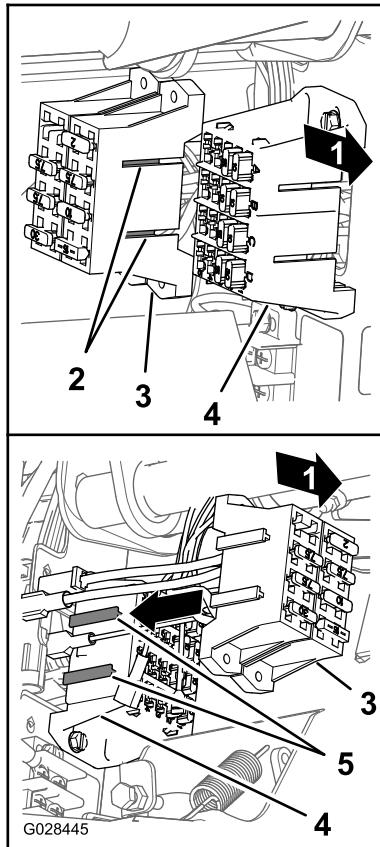

図 26
4. スプレーヤのヒューズブロックのT字フィッティングを、車両のヒューズブロックのT字スロットに合わせて、スプレーヤのヒューズブロックをスロットの一番奥までしっかりと差し込む図 26。